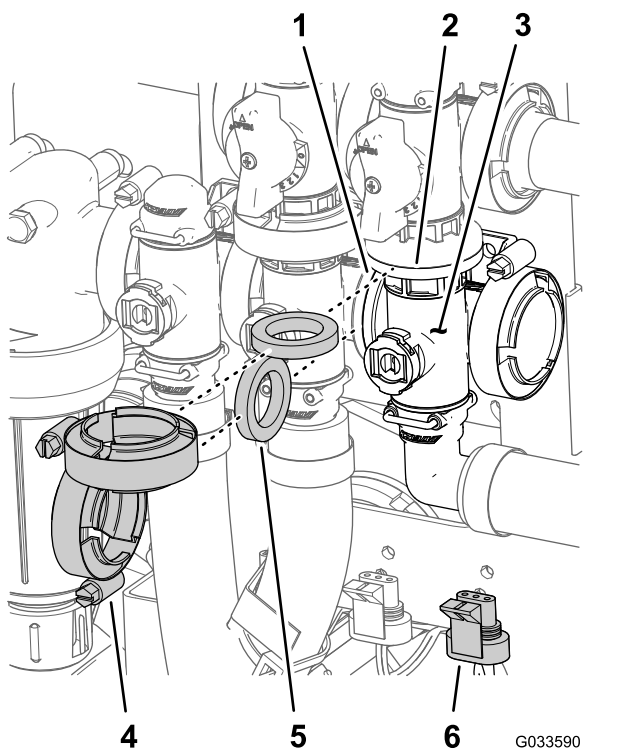

Figure 117
- Retirez les colliers à bride et les joints qui fixent le collecteur de la vanne maîtresse des rampes (Figure 117) à la vanne de dérivation de la vanne maîtresse, la vanne d'agitation et le raccord coudé à bride à 90° (au bout du flexible du débitmètre).